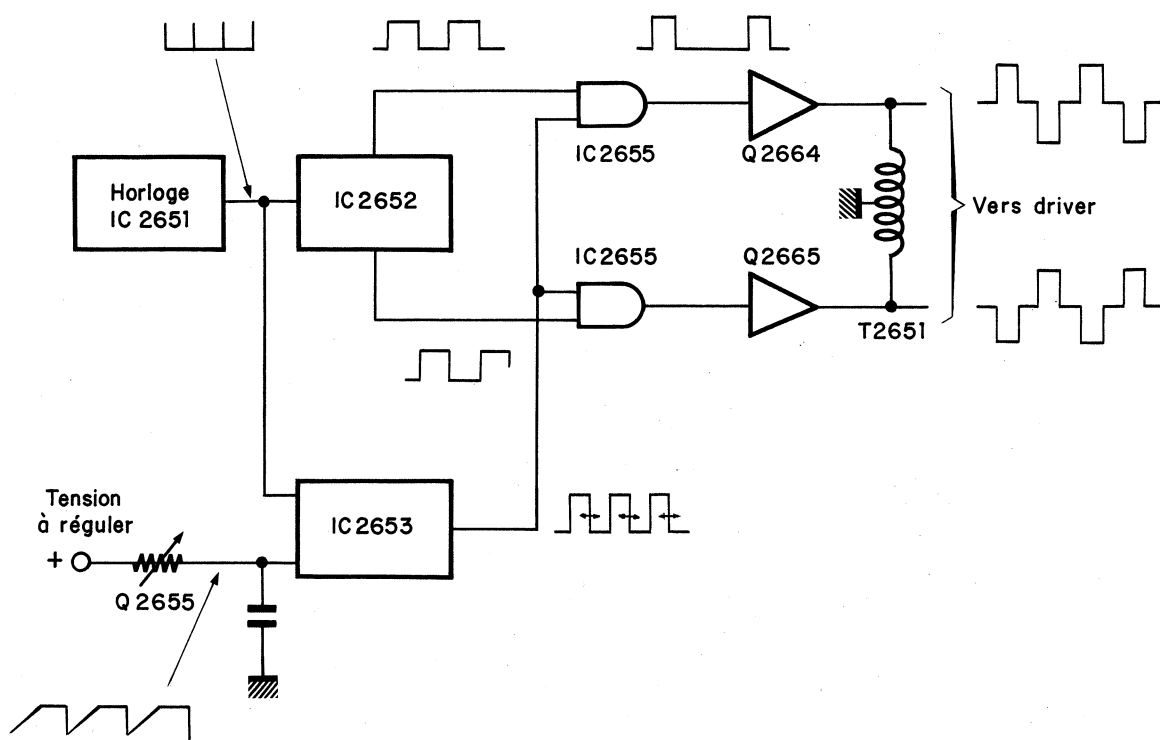

Fig. 3-31
- Génération des signaux 16,5 kHz nécessaires (Fig. 3-31) :